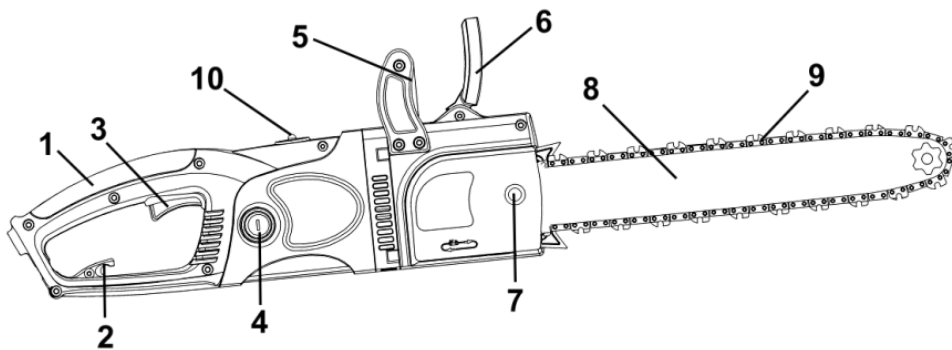

Рисунок 1
4.1.1 Для ввімкнення виробу натисніть на кнопку блокування від випадкового ввімкнення (розташована з лівого боку основної рукоятки), а потім на курок вимикача (3) (рисунок 1). Для відключення виробу слід відпустити курок вимикача.